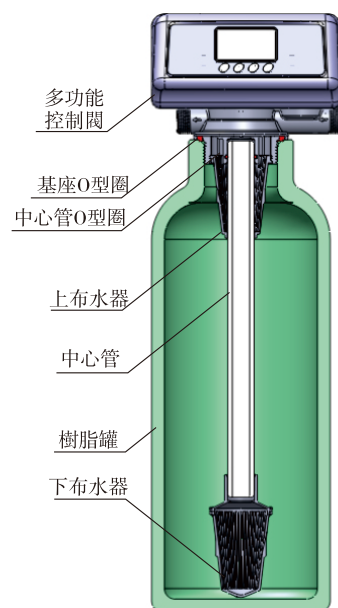

图1-1
① 装控制阀
- a、按图1-1所示，选取相应尺寸的中心管，把中心管与下布水器用胶封固。放入罐体底部，将超过罐口部分的中心管截断并外部倒圆。